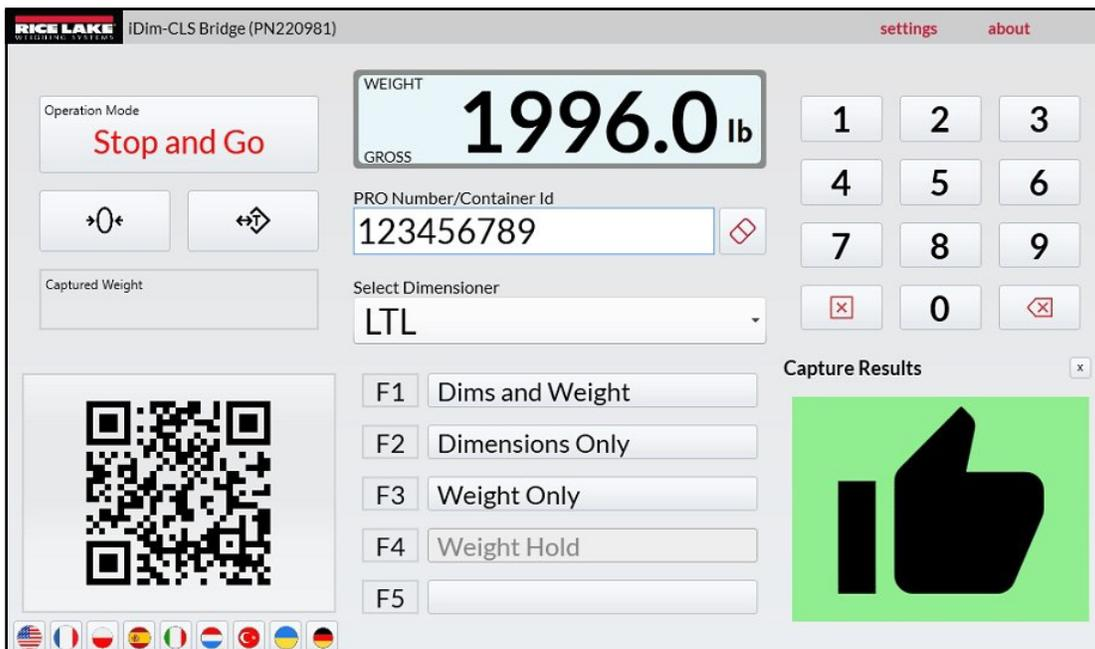

Figure 5-5. Résultats de pesage sous forme d'icône Pouce vers le haut/vers le bas
- **As Thumbs Up/Down (Sous forme de pouce vers le haut/vers le bas)** : Affiche les résultats de poids sous forme d'icône pouce vers le haut ou vers le bas (reportez-vous à la Section Figure 5-5., page 17)